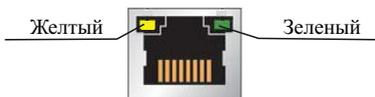

Рисунок 4
5.8 Для удобства пусконаладочных работ на разъемах R3-Link IN и R3-Link OUT размещены по два индикатора (рисунок 4). По их состоянию можно оценить состояние линии между двумя соседними приборами (таблица 3).